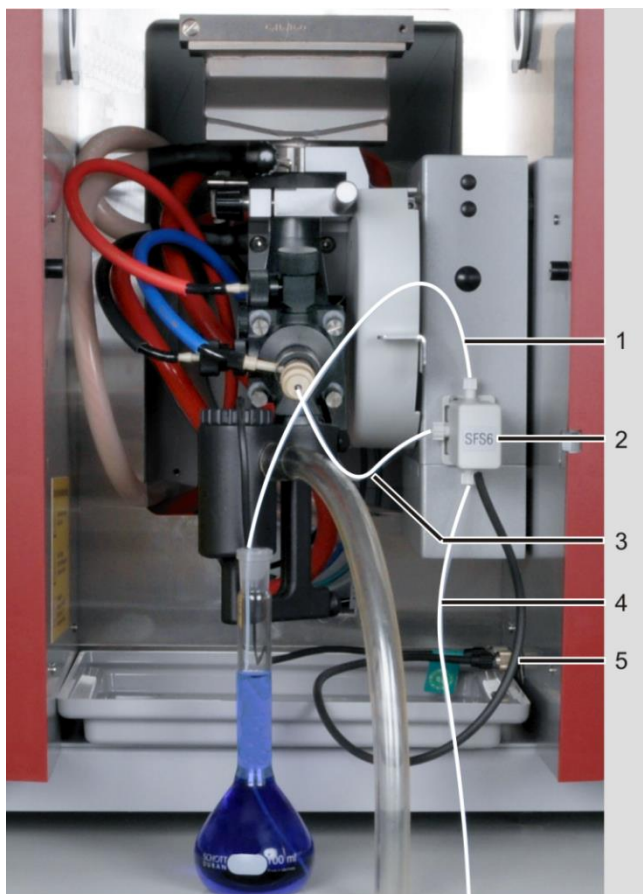

Рис. 54 Инжекционный модуль SFS 6, установленный для ручного режима подачи пробы
- трубку средней длины в верхний порт – к пробе (1 на Рис. 54)
- короткую трубку в продольный порт – к игле распылителя (3)
- длинную трубку в нижний порт – к промывочному раствору (4)
3. Подключите кабель управления (5 на Рис. 54) к центральному гнезду на правой стенке отсека для проб.
4. Наденьте короткую трубку (3) на иглу распылителя.
5. Опустите длинную трубку (4) в бутылку с промывочным раствором.
6. Опустите трубку средней длины (1) в контейнер с пробой или подключите ее к заборной игле автосамплера.